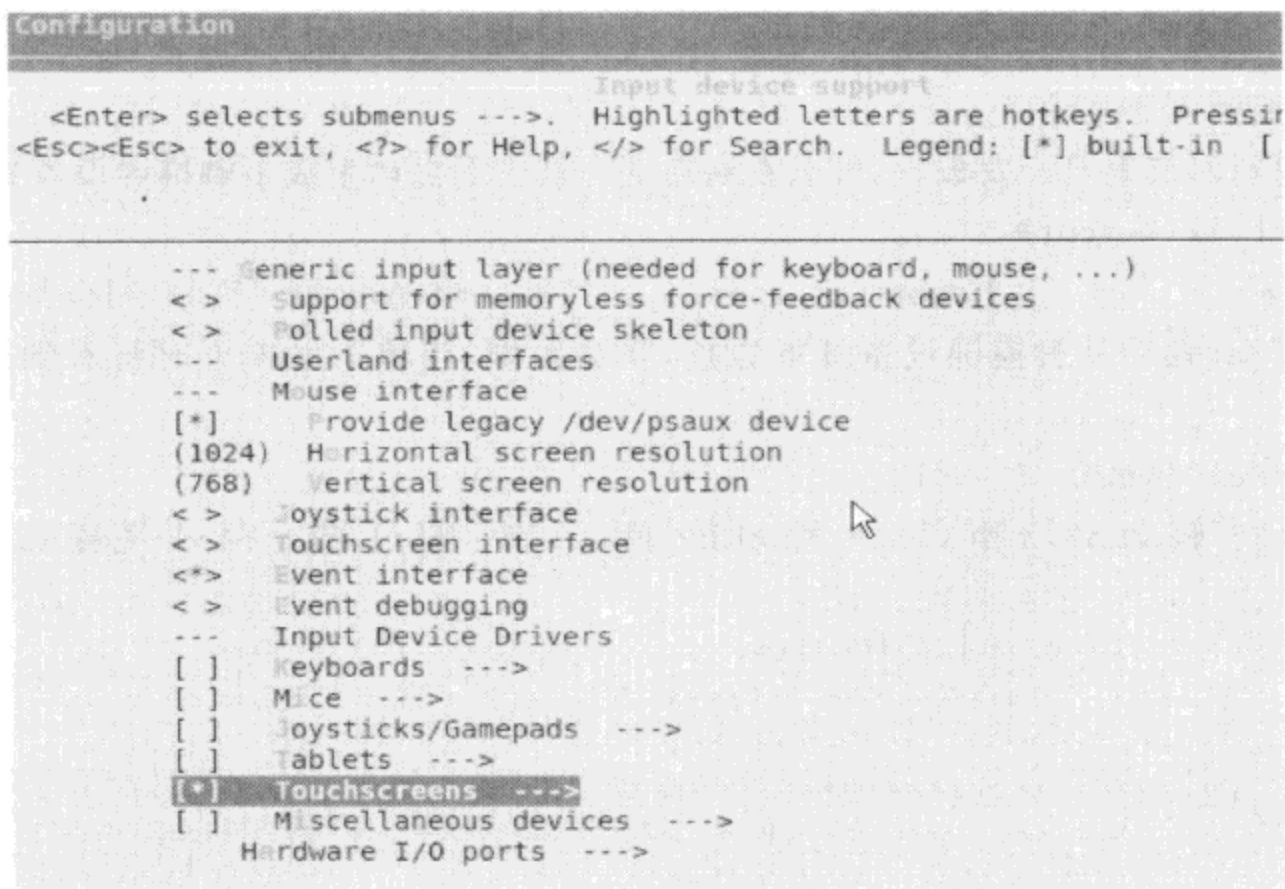

图 6-8 触摸屏驱动配置 1
(1) 首先, 先将触摸屏的驱动源代码文件 `mys3c2440ts.c` (位于光盘 `work\sysbuild` 目录) 放到 `drivers/input/touchscreen` 目录。
(2) 在 `drivers/input/touchscreen/Kconfig` 中增加 `config` 条目, 以使 `mys3c2440ts` 驱动的配置选项能够出现在 `make menuconfig` 的配置界面中, 如图 6-8 所示。